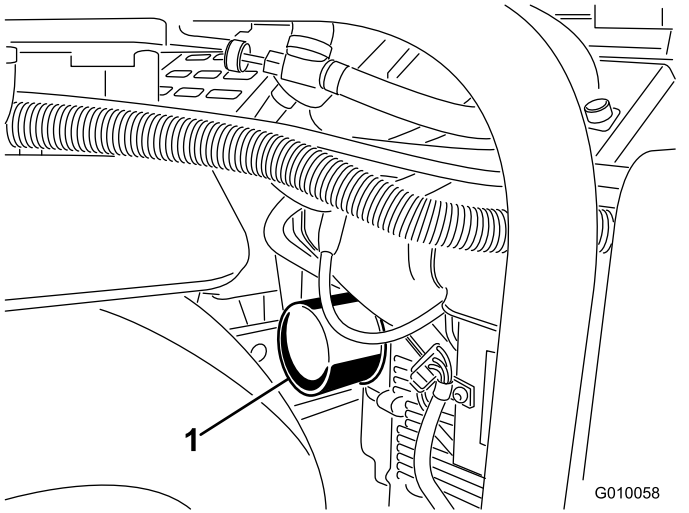
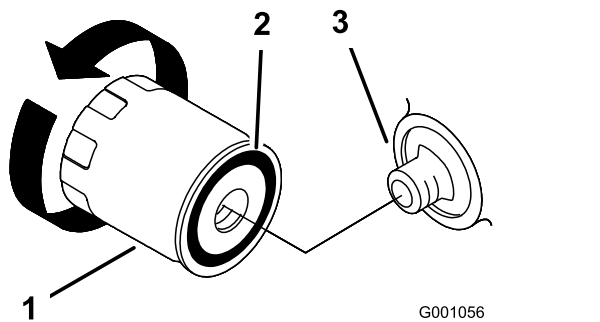

Figure 44
Figure 45
- Placez un bac de vidange peu profond ou un chiffon sous le filtre pour récupérer l'huile (Figure 44).
- Enlevez le filtre à huile usagé (Figure 44 et Figure 45) et essuyez la surface du joint de l'adaptateur.
- Faites l'appoint d'huile avec précaution pour faire monter le niveau jusqu'au repère maximum (F) sur la jauge.